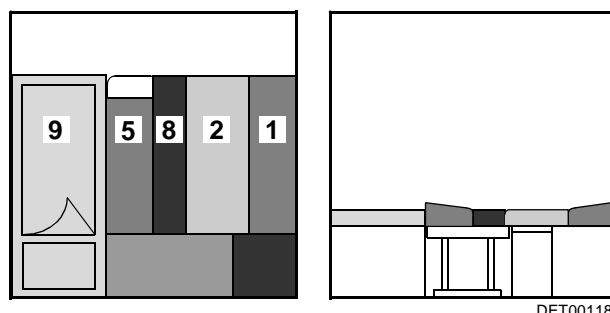

Fig. 68 Après la transformation
- Placer le coussin de dossier (Fig. 68,1) entre le coussin d'assise (Fig. 68,2) et la cloison.
- Placer le coussin supplémentaire (Fig. 68,8) à côté du coussin d'assise.
- Placer le coussin de dossier (Fig. 68,5) entre le coussin supplémentaire et le lit (Fig. 68,9).